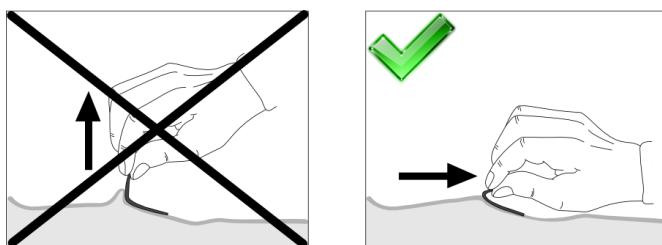

Fig. 4.9 Retrait des électrodes adhésives
- Détacher avec précaution les électrodes de la peau du patient (voir Fig. 4.9 Retrait des électrodes adhésives).